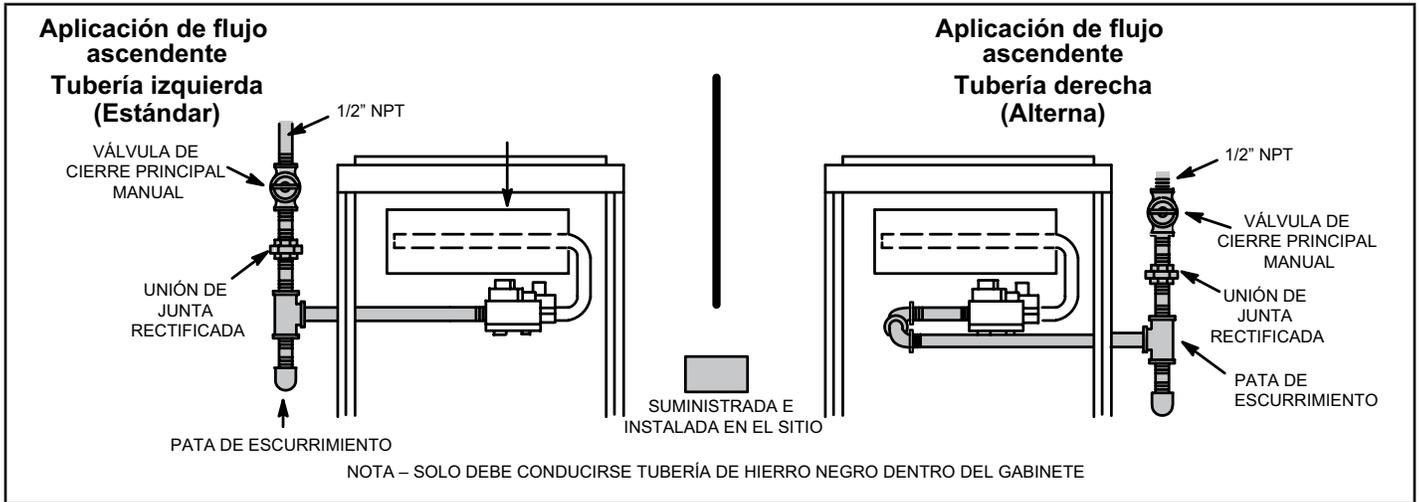

FIGURA 56
- 1 - La tubería de gas se puede conducir a la unidad por el lado izquierdo o lado derecho. La tubería de suministro entra a la válvula de gas desde el costado de la válvula como se muestra en la figura 56. Conecte la tubería de suministro de gas a la válvula de gas. La torsión máxima es de 800 pulg-libras y la torsión mínima es de 350 pulg-libras cuando se conecte la tubería de gas a la válvula de gas.
Cuando se realiza una prueba de presión de las líneas de gas, se debe desconectar y aislar la válvula de gas. Ver la Figura 56. Las válvulas de gas se pueden dañar si se someten a presiones superiores a 1/2 psig (3.48 kPa).